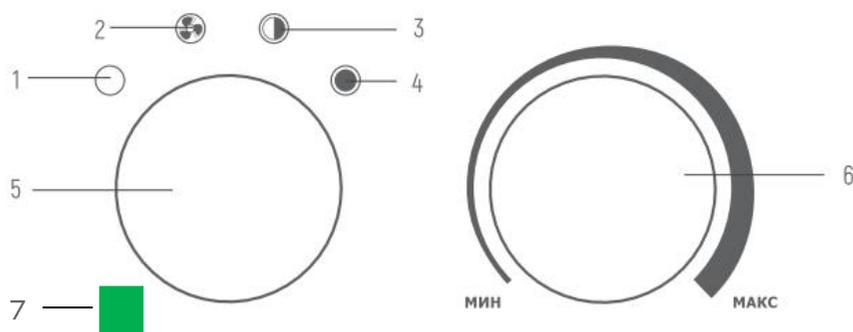

Рис. 1 Панель управления
Для включения прибора в режиме вентиляции (без нагрева) переведите ручку переключателя (5) в положение вентилятора (2) см рис. 1, при этом начинает работать вентилятор.